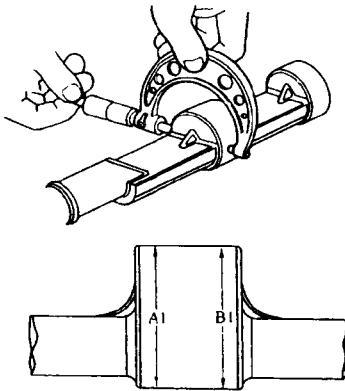

图 2-12 测量平衡轴的圆柱度
②检查平衡轴轴颈和平衡轴轴承表面，如果检查发现轴承或平衡轴颈表面磨损或有污点，应更换轴承或平衡轴。当更换 1 号后轴承时，换上新的机油泵外壳。注意，正常的表面应达到镜面。
③测量平衡轴的圆柱度，如图 2-12 所示。轴颈圆柱度标准为 0.005mm（新）。